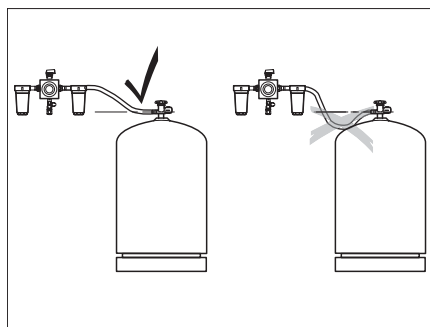

Fig. 212 Disposition des flexibles à haute pression
- ▷ Lors de la pose des flexibles à haute pression, veiller à ce que les flexibles soient en montée continue (Fig. 212)!